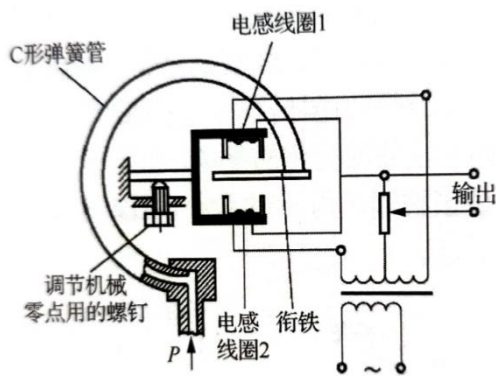

图 3.41 BYM 型电感式压力传感器原理示意
1. 传感器的基本构成可以划分为哪几个部分？各部分的功能？以教材 P98 页图 3.41 为例说明。